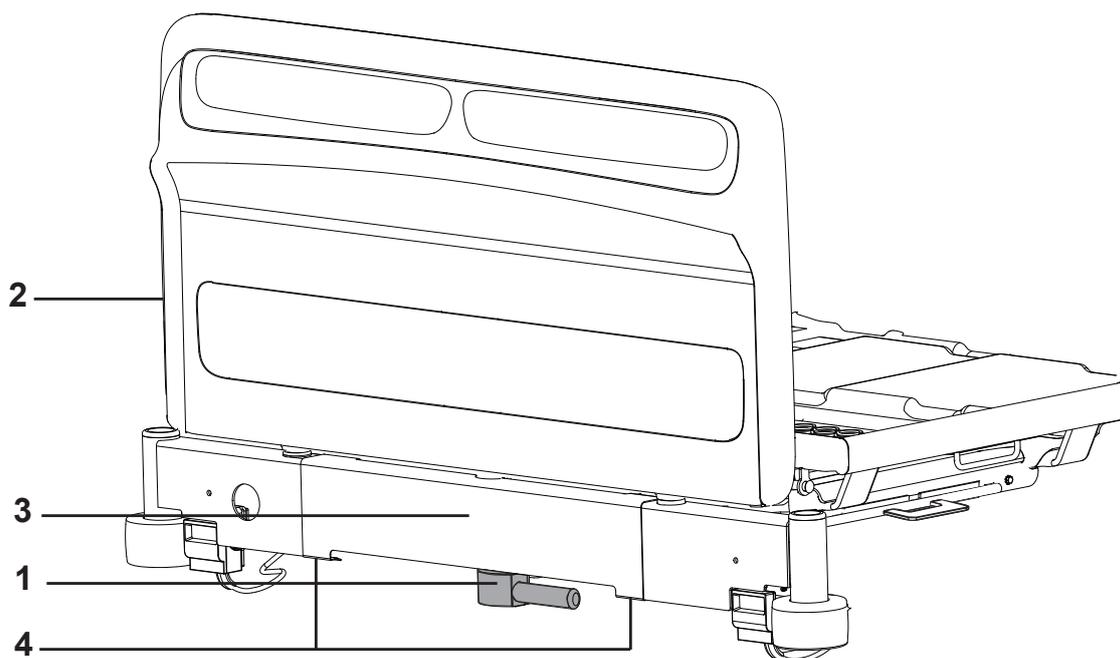
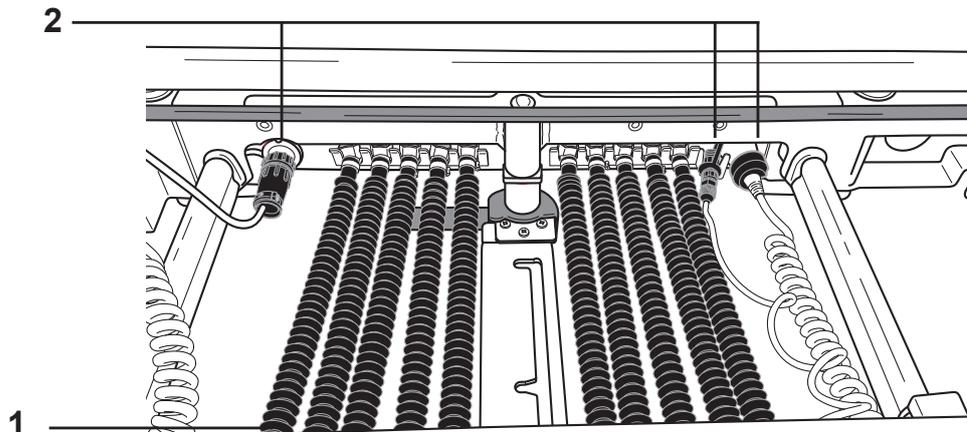

Figura 1: Painel dos pés e extensão dos pés
Figura 2: Placa de cobertura da extensão dos pés com mangueiras de ar e ligações elétricas
4. Puxe o manípulo da extensão dos pés (ver figura 1, item 1), faça a extensão da estrutura deslizar para fora (3) e retire o painel dos pés (2).
- Localize a placa de cobertura da extensão dos pés (ver figura 1, item 3) com mangueiras de ar (figura 2, item 1) e conectores elétricos (2) acoplados, por baixo do lado dos pés da cama. Solte as mangueiras de ar e os conectores elétricos da placa de cobertura da extensão dos pés.
- Retire a placa de cobertura desaparafusando os parafusos cabeça panela Philips (ver figura 1, item 4) na parte de baixo da cobertura. Coloque a placa de cobertura e o equipamento no saco de armazenamento, para o caso de a unidade de controlo do colchão de ar vir a ser retirada mais tarde. A placa da cobertura da extensão dos pés terá de ser reinstalada para prender as mangueiras de ar e os conectores elétricos.